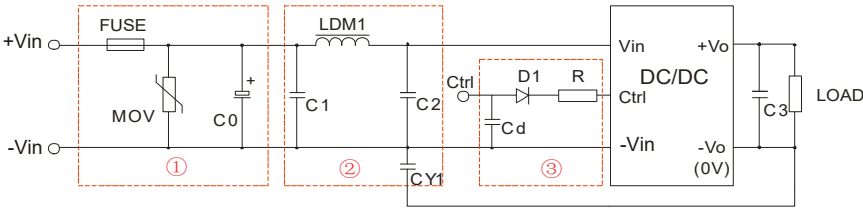

图 3
辐射骚扰	CISPR32/EN55032 CLASS B (推荐电路见图3-②)
脉冲群抗扰度	IEC/EN61000-4-4 ±2KV (推荐电路见图3-①) perf. Criteria B
浪涌抗扰度	IEC/EN61000-4-5 line to line ±2KV (推荐电路见图3-①) perf. Criteria B
- ①图3中第①部分用于EMS测试;第②部分用于EMI滤波,可依据需求选择;
②V_c为Cnt端相对于输入地-V_{in}的电压,V_D为D1的正向导通压降,I_c为流入Ctrl端的电流,一般取5-10mA, Cnt端外围电路如图3-③;
③若图中元器件无附其参数说明,则此型号外围中不需要这个元器件。